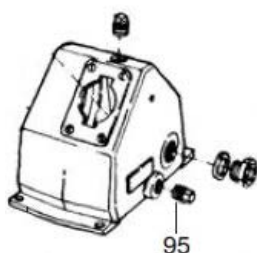

Fig. 18: Bujão de reposição de óleo / Oil replacement plug
- ☐ reponha o óleo através do orifício de alojamento do bujão, Fig. 18 - pos. 95, localizado no Cárter. O ideal é trocar o óleo enquanto o bloco compressor esta quente;
- ☐ Refill the oil through the orifice of the plug, Fig. 18 - pos. 95, located on the Sump. The ideal time to change the oil is while the compressor block is hot.